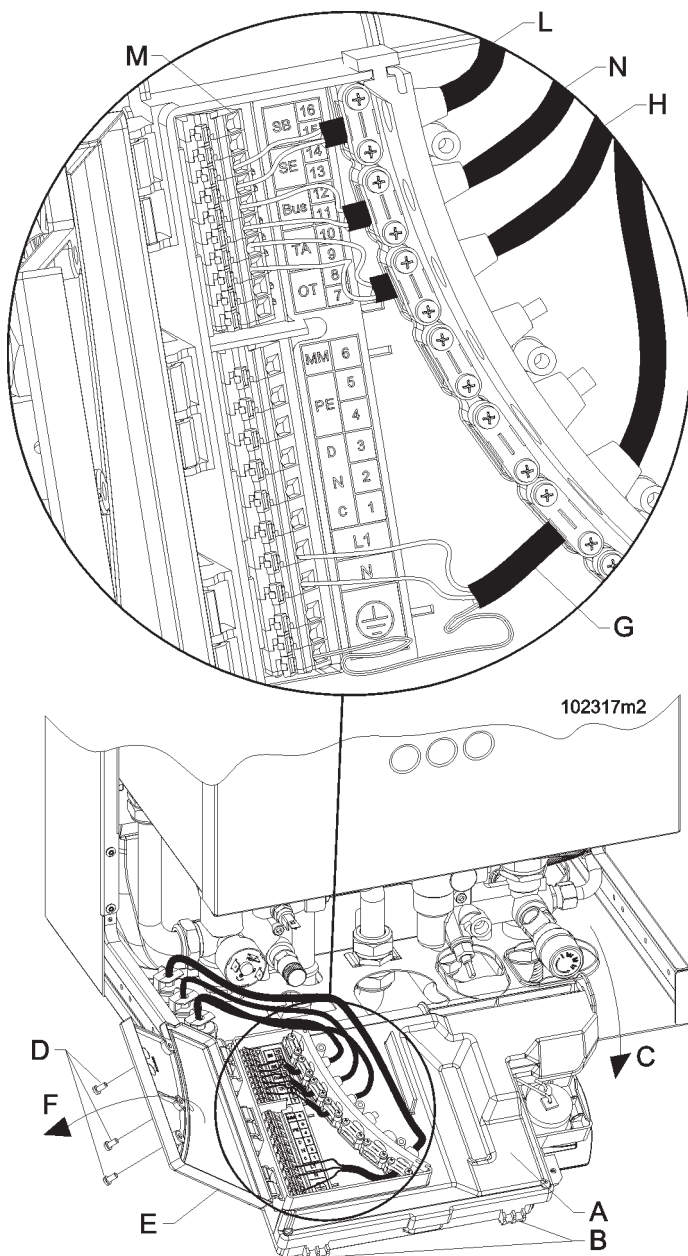

Figura 17 - Collegamenti elettrici
Legenda figura 17
Per l'allacciamento del cavo di alimentazione elettrica, procedere come di seguito (fare riferimento alla figura 17):
- posare il cavo di alimentazione "G" come illustrato nella figura 17;
Per l'allacciamento del cavo del termostato ambiente, procedere come di seguito (fare riferimento alle figura 17):
- posare il cavo elettrico "H" esattamente come in figura 17;
- collegare i 2 capi del cavo ai morsetti "TA" (vedi figura 17).
- collegare il cavo bipolare ai morsetti SE di cui in figura 17 particolare "L";
- collegare i 2 capi del cavo ai morsetti "OT" della caldaia (vedi figura 17).